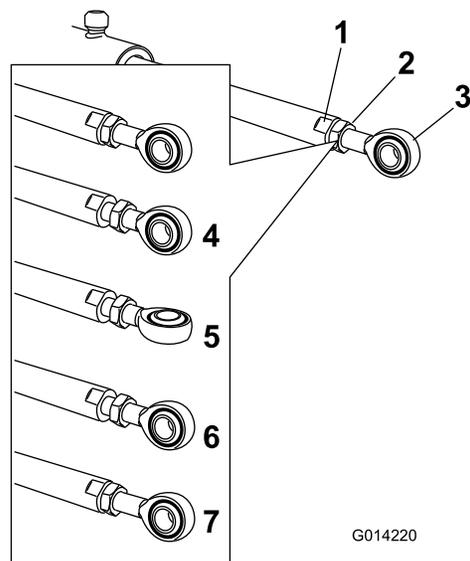

**Figure 34**
2. Retirez la goupille fendue de l'axe de pivotement (Figure 34).
3. Élevez la rampe et retirez l'axe (Figure 34), puis abaissez lentement la rampe au sol.
9. Tout en maintenant la rampe, insérez l'axe dans le pivot de rampe et la tige de vérin (Figure 34).